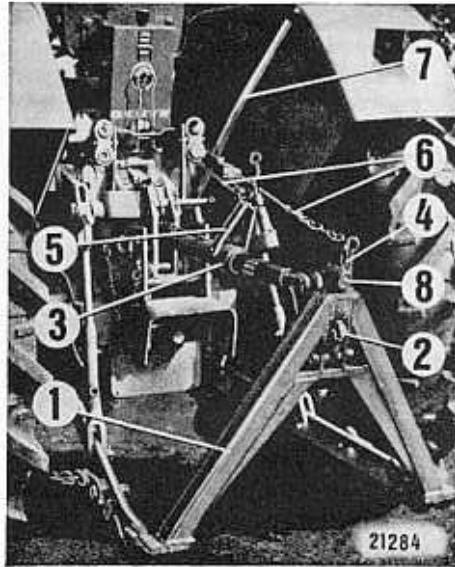

Fig. 41
En agissant sur la poignée d'actionnement du câble de la tirette (⑦, Fig. 41), déverrouiller le bras supérieur télescopique. **Attention!** Le triangle mâle "TRACTEUR" se rabat vers le sol!
Préalablement, sortir les béquilles ou les stabilisateurs si l'outil en possède. Descendre le trois points; au moment où l'outil porté touche le sol, déverrouiller à l'aide de la poignée ⑦ le bras supérieur et le décliquetage du triangle femelle (Cf. fig. 41).